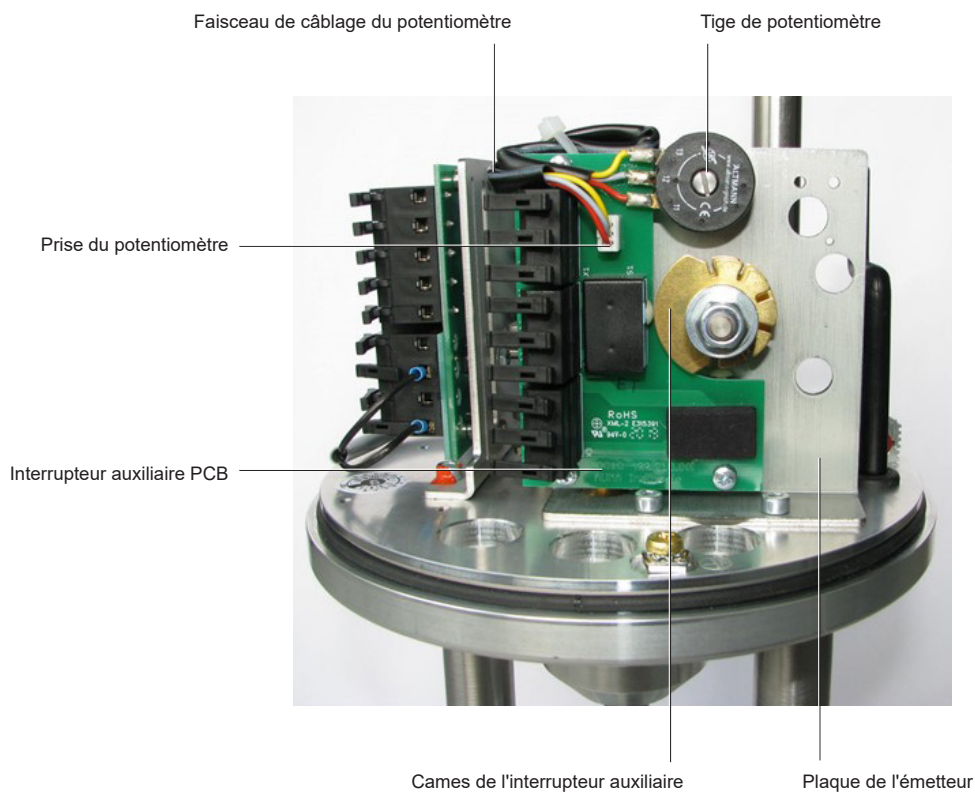

Fig. 12 Installation et réglage du potentiomètre (1-6 kN)
- Se reporter à la figure 12 Installation et réglage du potentiomètre (1 - 6 kN) pour l'orientation du produit.
- Connectez le faisceau de câbles à la prise du potentiomètre comme indiqué à la figure 12 Installation et réglage du potentiomètre (1-6 kN)